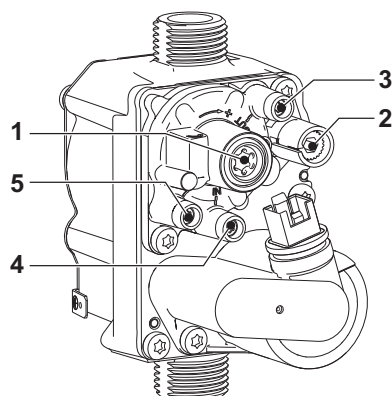

fig. 23 - Válvula del gas
- Si los valores son distintos de los indicados, gire el tornillo de regulación del máximo (2, fig. 23) hasta que las concentraciones de CO₂ sean correctas.
- Si los valores de CO₂ son distintos de los indicados, gire lentamente el tornillo de OFFSET mínimo (1, fig. 23) hasta que las concentraciones sean correctas:
- Controle que el valor del OFFSET esté comprendido entre: **-3 y -9 Pa**, mediante un manómetro diferencial montado en la toma de presión (5, fig. 23).